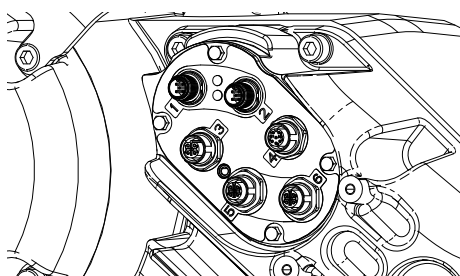

FIG. 49
- c. Desserrer le cordon d'alimentation (CG).
d. Retirer les fils du boîtier du moteur en les tirant par le cordon d'alimentation (CG).
e. Débrancher les câbles qui sont branchés sur les ports 1-6 sur le moteur (AB), comme indiqué FIG. 49.